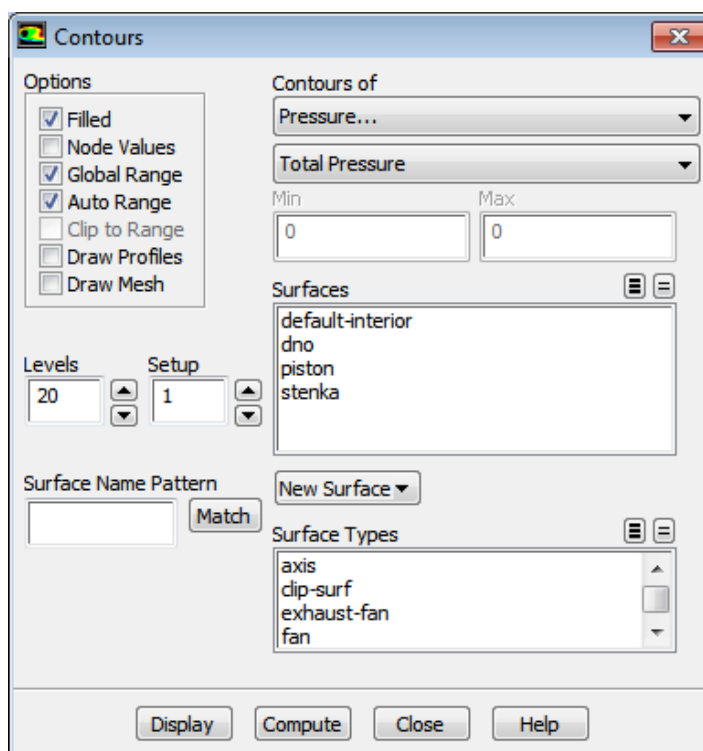

Рисунок 38 – Меню настройки полей распределения давления (*Contours*)
- в появившемся окне (рисунок 38) необходимо установить следующие параметры.